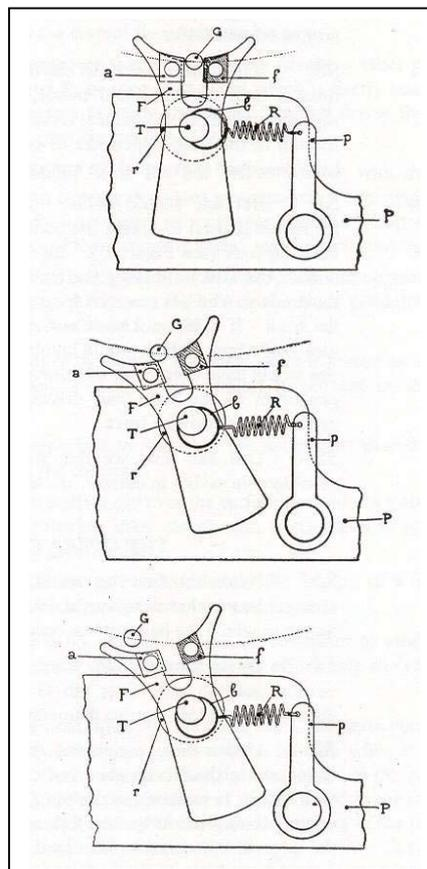

Bild 5
Der Kontakt ist eine recht komplexe Angelegenheit. Während der Linksschwingung gelang der Silberstift des Pendels gegen das Kunststoffplättchen. Der Stromkreis bleibt offen. Schwingt das Pendel anders herum, so gelangt der Silberstift gegen das Silberplättchen an der Ankerwabel. Da der Anker nur mit einem hohen Übergangswiderstand (Öl an der Ankerwelle) mit dem Werkgestell verbunden ist, gibt es eine Silberfeder, welche die Ankerwelle mit dem Werkgestell leitend verbindet. Bild 5 zeigt diese Anordnung.
- Der Kontaktstift muss zu  $\frac{3}{4}$  in die Gabel eingreifen, siehe Bild 5 oben. Greift er zu tief ein, prellt die Uhr, weil der Kontakt zu lange geschlossen ist. Ist er zu seicht, reicht die Pendelschwingung nicht.
- Die Silberfeder, die den Kontakt des Ankers mit dem Werkgestell herstellt, muss sich mit ihrer großen Öse in der Nut des Ankers abrollen, siehe Bild 5 oben, in der Mitte und unten. Dort ist das Abrollen gut zu sehen.